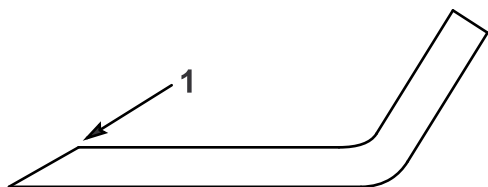

Figura 39
1. Utilice una lima para afilar el filo de corte en ambos extremos de cada cuchilla (Figura 39). Mantenga el ángulo original. La cuchilla permanece equilibrada si se retira la misma cantidad de material de ambos filos de corte.